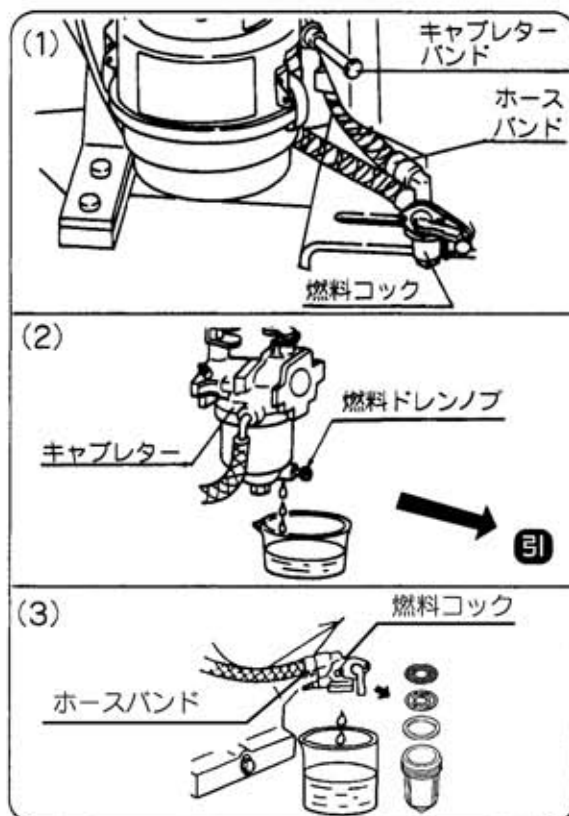

図66
③ ガソリンの抜取り(図66)
- (1) 燃料タンク内のガソリン抜取り